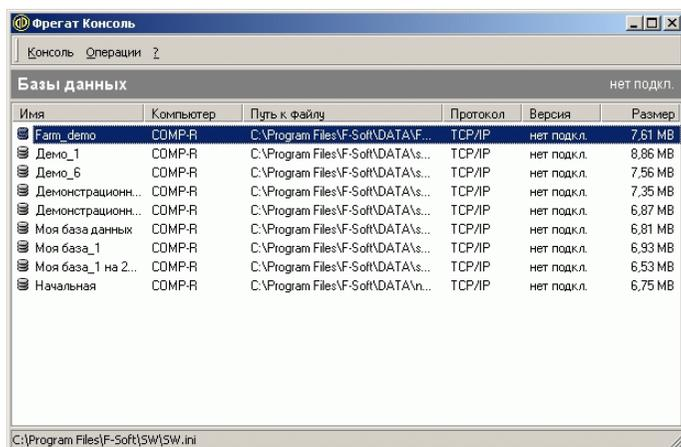

Рис. 5.2. Базы данных
При загрузке модуля появляется главное окно модуля **Базы данных** (см. Рис. 5.2).
- ▶ В главном окне (см. Рис. 5.2) в р. **Операции** главного меню, выбрать п. **Создать базу данных**.
- ▶ В главном окне (см. Рис. 5.2) выбрать нужную базу данных, установив курсор на соответствующую позицию списка, и в р. **Операции** главного меню выбрать п. **Обновить версию**.
- ▶ В главном окне (см. Рис. 5.2) в р. **Операции** главного меню, выбрать п. **Подключить файл базы данных**.
- ▶ В главном окне (см. Рис. 5.2) выбрать нужную базу данных, установив курсор на соответствующую позицию списка, и в р. **Операции** главного меню выбрать п. **Отключить файл базы данных**.
- ▶ В главном окне (см. Рис. 5.2) выбрать нужную базу данных, установив курсор на соответствующую позицию списка, и в р. **Операции** главного меню выбрать п. **Обслуживание**.
- ▶ В главном окне (см. Рис. 5.2) выбрать нужную базу данных, установив курсор на соответствующую позицию списка, и в р. **Операции** главного меню выбрать п. **Удалить базу данных**.